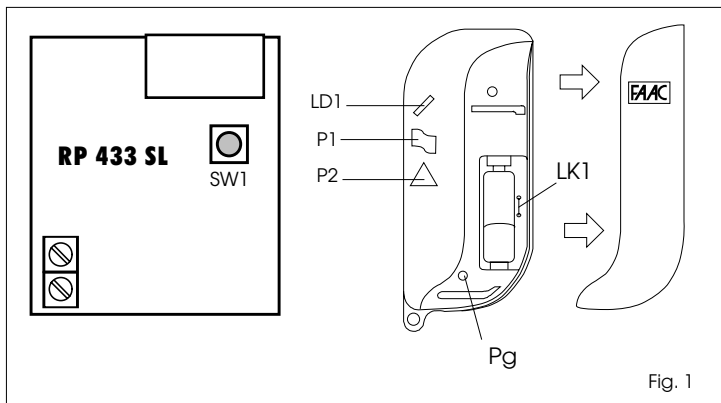

Fig. 1
4) Die Aktiviertaste P des Senderkanals zur Code-Selbstlernfunktion (Abb.1) loslassen.
5) Die Aktiviertaste P des Mustersenderkanals (Abb.1) loslassen.
Um den Sendercode vor unbefugter Duplikation zu schützen, kann der Jumper LK1, der in allen Sendern vorhanden ist (Abb.1), entfernt werden.
- 1) Abrir la caja del transmisor, deslizando la tapa como ilustra la fig.1, para acceder al botón de generación del código (Pg).